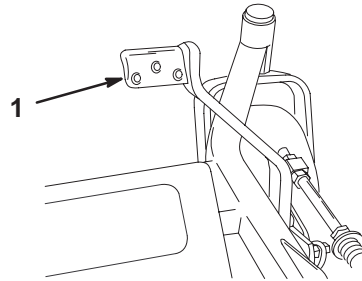

Figure 22
2. Appuyez sur le levier de commande tout en tirant sur le levier de sélection de hauteur de coupe (Fig. 22).